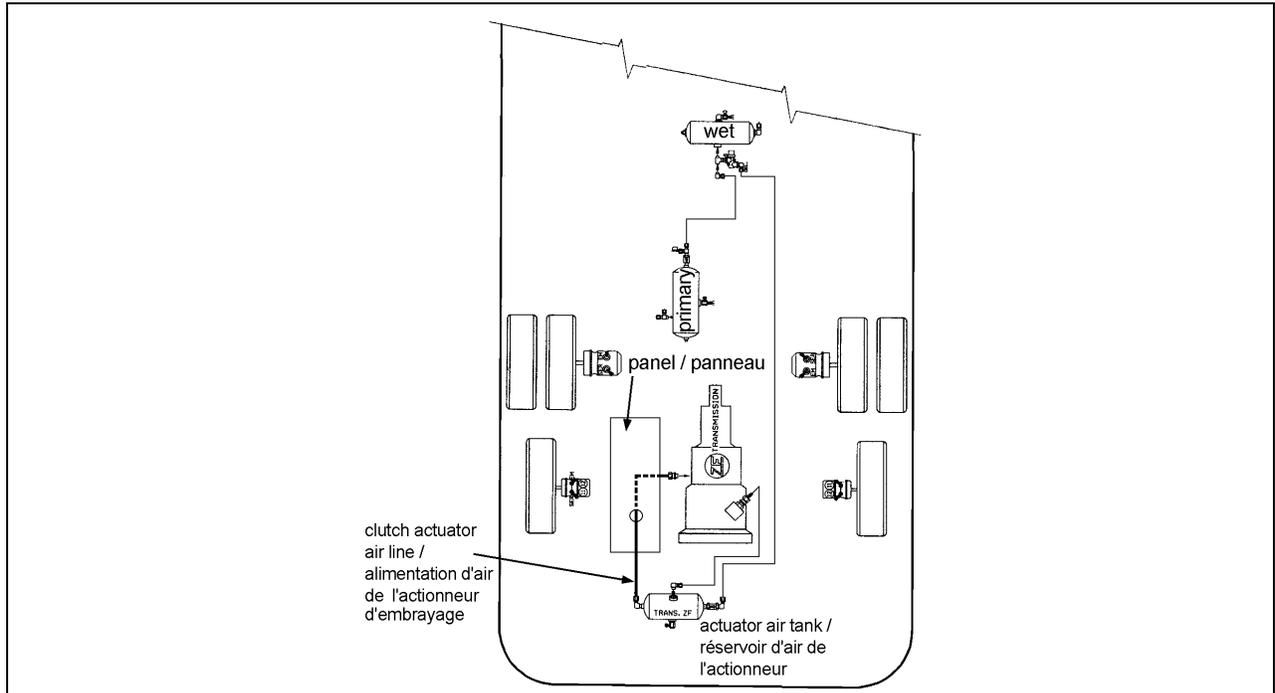

Figure 2
2. Inspecter la ligne allant de l'actionneur jusqu'au réservoir d'air de l'actionneur (Figure 2) en portant une attention particulière là où la ligne traverse le panneau de protection. Il est possible qu'il y ait frottement entre la ligne et le trou de passage dans le panneau. Vérifier la présence de traces de frottement, d'abrasion, de coupures, etc. sur le tube de nylon.
Purger le réservoir d'air de l'actionneur (Figure 2) avant d'effectuer l'étape 2 qui suit.